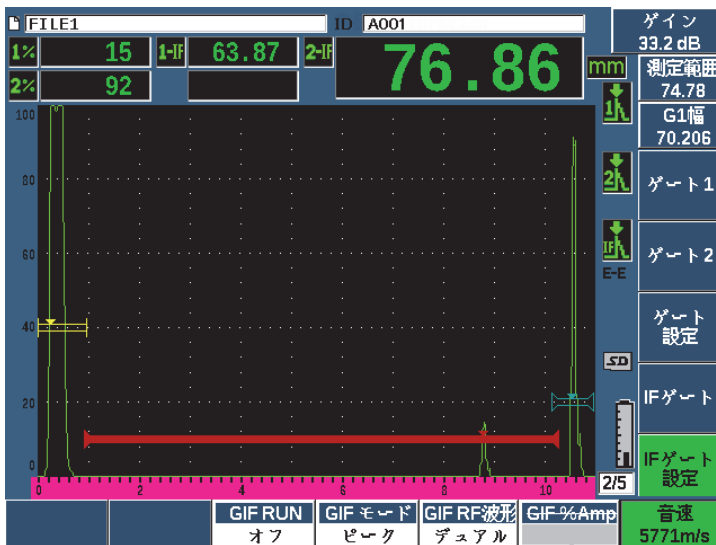

図 11-33 材料音速の設定
3. 調整ノブまたは矢印キーで目的の音速を設定します（288ページの図 11-33参照）。